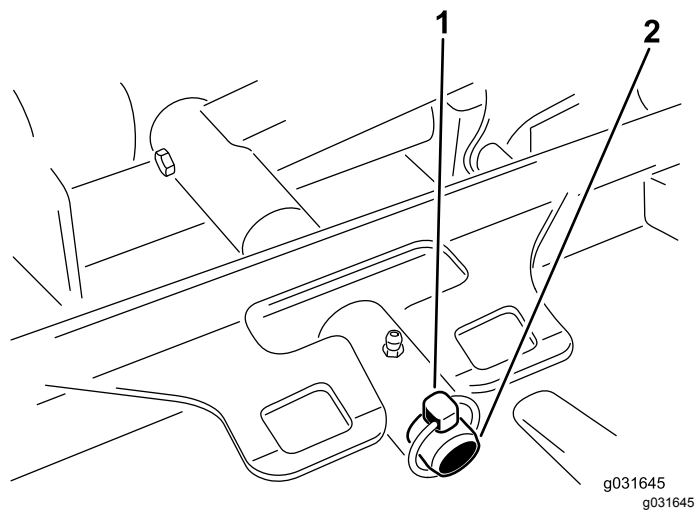

Figura 66
3. Retire o pino de sujeição ou a porca de bloqueio que fixa estrutura de suporte da plataforma ao pino de articulação do braço de elevação (Figura 66).
3. Deslize a estrutura de suporte da plataforma para o pino da articulação do braço de elevação e prenda-a com o pino de sujeição ou a porca de retenção (Figura 66).